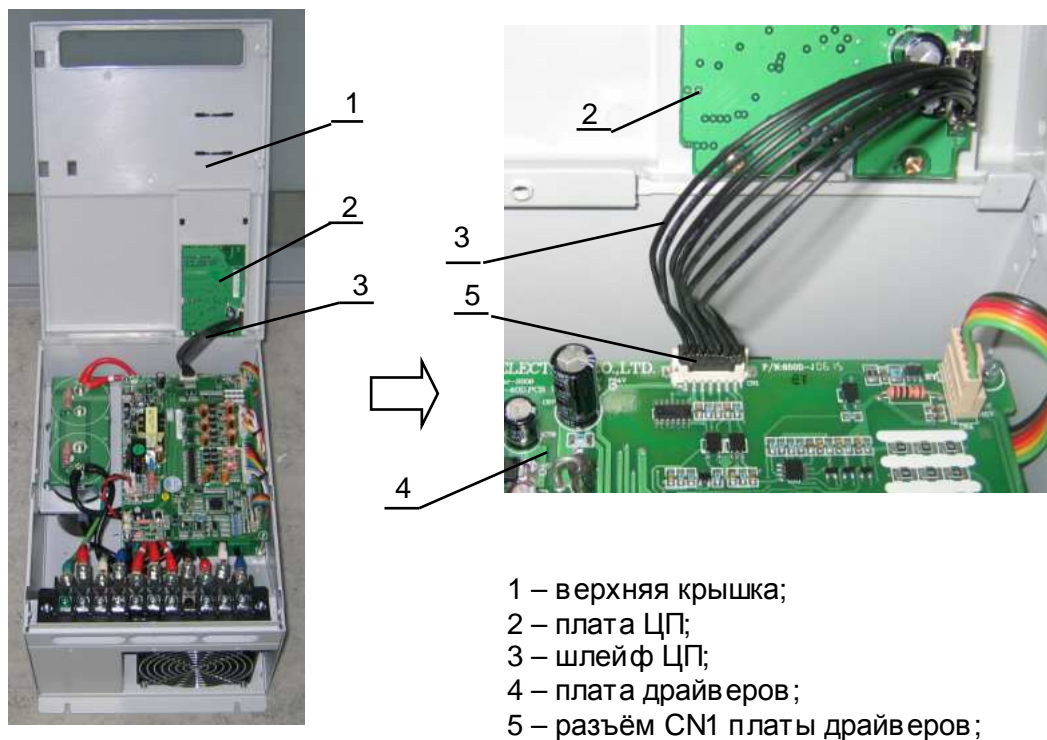

Рис. 6.3
6.1.3. Поднять верхнюю крышку со стороны силовой клеммной колодки (рис.6.3). Отсоединить разъем **шлейфа ЦП** (3) от **разъёма CN1** (5) **платы драйверов** (4) (рис.6.3). Положить её в тару для составных частей.